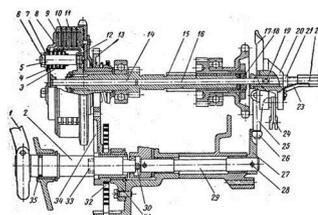

Рис. 37. Разрез муфты сцепления, механизма выключения сцепления и пускового механизма:
Муфта сцепления имеет ведущую и ведомую части (рис. 37).
**Устройство.** Усилие на нажимной диск от механизма выключения сцепления передается через шток 16 (рис. 37) и грибок 14, расположенные в центральном отверстии первичного вала 15. Между штоком и регулировочным винтом 22 во втулке 21 механизма выключения сцепления находится шарик 19. Основание 17 механизма выключения сцепления смонтировано на картере двигателя при помощи двух винтов М6 и вспомогательной стойки с гайкой. На основании 17 тремя винтами укреплен корпус 20 механизма. Корпус механизма выключения имеет: втулку 21 с регулировочным винтом 22 и два рычага 24 и 25. Регулировочный винт фиксируется от произвольного отворачивания пружиной 23. На правом конце вала 29 переключения передач укреплен кулачок 27 автоматического выключения сцепления; кулачок зафиксирован на валу штифтом 28.
Усилие для выключения сцепления при действии рычагом 1 (рис. 37) переключения передач создается при повороте секторного кулачка, действующего через ролик 26 на рычаг 25, вилка рычага через втулку 21, шарик 19, шток 16 и грибок 14 разъединяет диски сцепления.